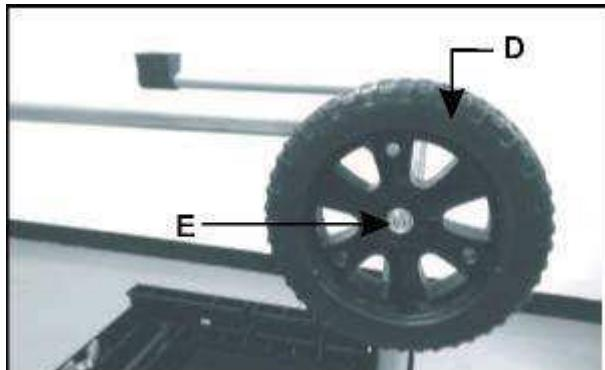

Abb. 1C
4. Stecken Sie die Räder (D) auf und ziehen Sie die Mutter (E) handfest an. (Abb. 1C)